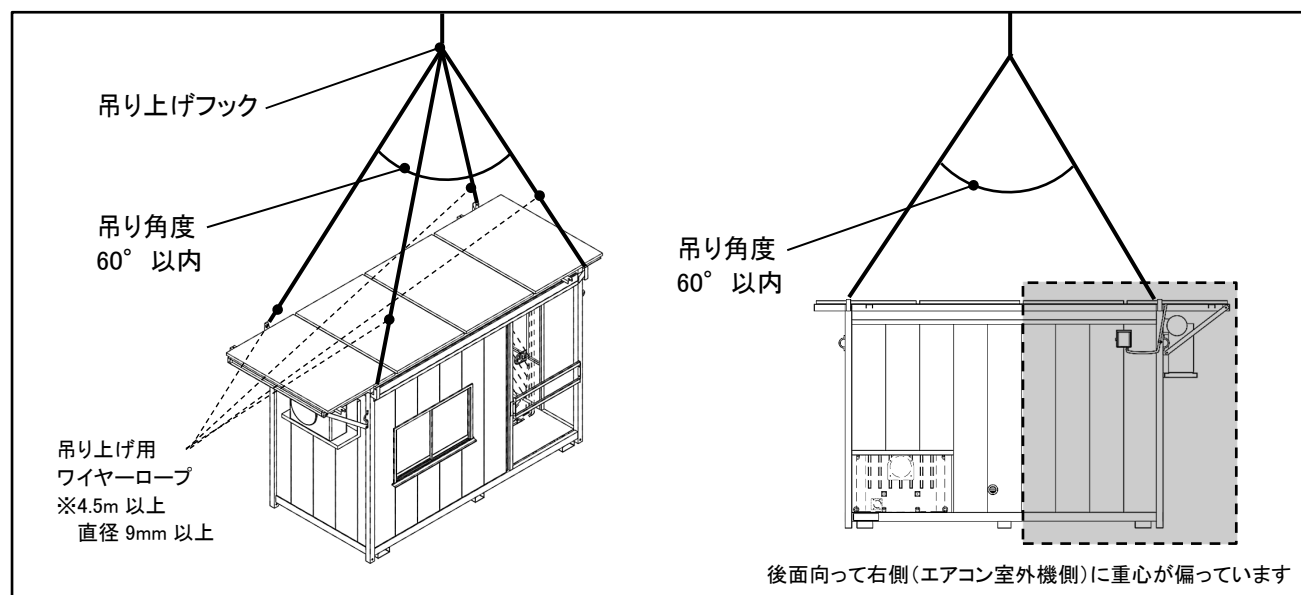

Fig. 3-2 吊り上げ用ワイヤーロープのかけ方
- ① ワイヤーロープを「Fig. 3-2」のように屋根上 4 隅の吊り金具にかけてください。
- ② 吊り上げには、長さ 4.5m 以上、ワイヤの直径 9mm 以上のワイヤーロープを使用してください。